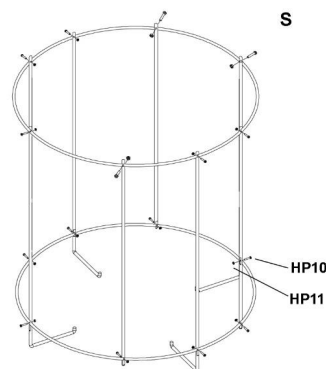

Figure 13
18. Vissez les supports longs et courts dans les arceaux en alternant, comme indiqué dans la Figure 13. Sécurisez avec seize écrous hexagonaux et vis à tête cylindrique (HP10,HP11). (Remarque : les torsions sur les longs supports pointent vers l'intérieur comme indiqué.)